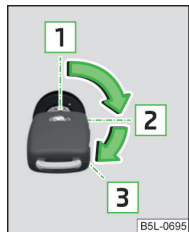

Fig. 120
Pozițiile cheii autovehiculului în butucul de contact » fig. 120
- Rotiți cheia în poziția 1 » fig. 120 la pagina 118.